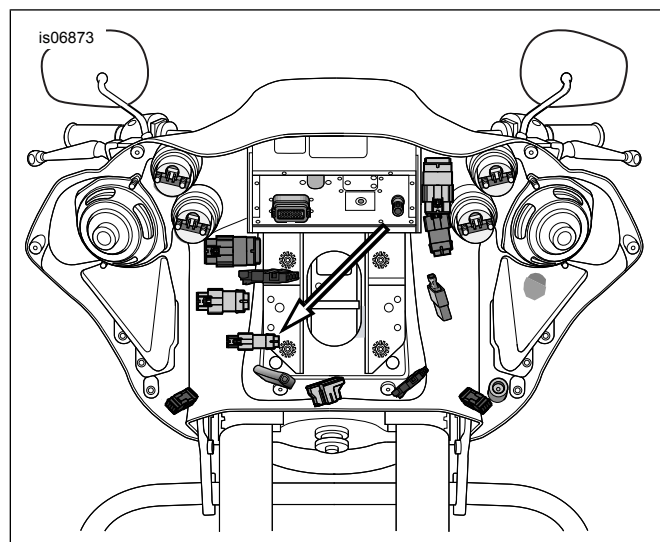

Figura 6. Conector cablaj jumper senzor rotire mâner (modele FLTR)
5. Consultați Figura 6. Conectați jumătatea conectorului TGS de la mânerul din dreapta la jumătatea conectorului.